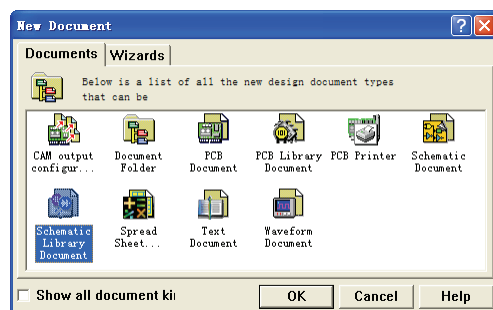

图 3-12 “New Document” 对话框
1. 执行 “File” → “New” 菜单命令, 显示如图 3-12 所示的 “New Document” 对话框。